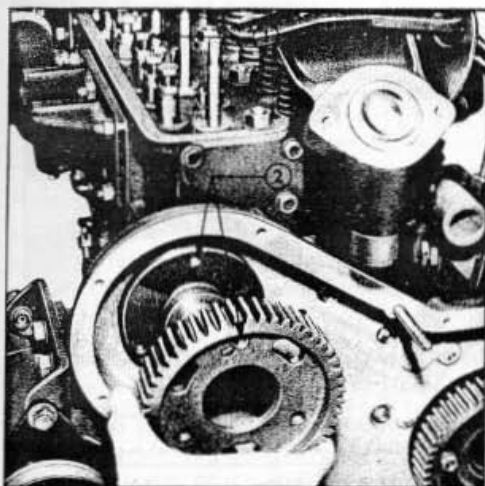

Fig. 12 = Montage du Pignon d'arbre à cames (ancien modèle)
5. Placer le pignon d'arbre à cames neuf sur l'arbre à cames de telle sorte que le trou lisse adjacent au repère 'D' du pignon soit aligné avec le trou taraudé qui se trouve en haut de la bride de l'arbre à cames (voir FIG. 12). Fixer le pignon.